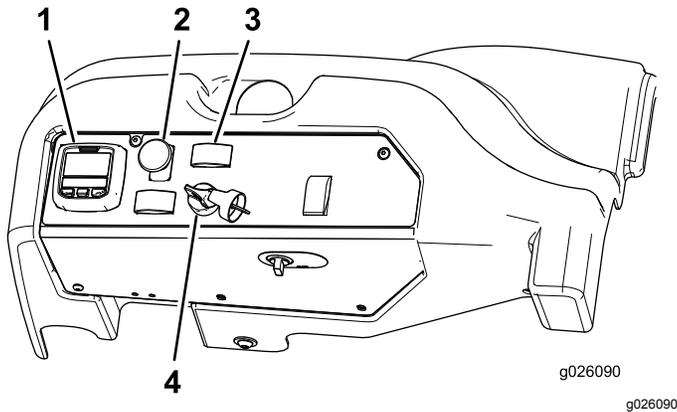

Figure 22
- Placez la commande de prise de force (PDF) en position DÉSENGAGÉE (Figure 22).